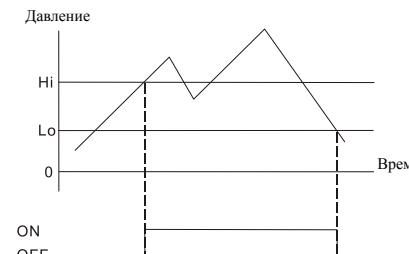

Рис. 2: Гистерезисный режим работы выходов
- Гистерезисный режим.** При заданных порогах давления Hi/Lo, когда измеренное давление превысит значение верхнего порога (Hi), выход включается, а когда давление станет меньше значения нижнего порога (Lo), выход выключается. (См. рис.2.)